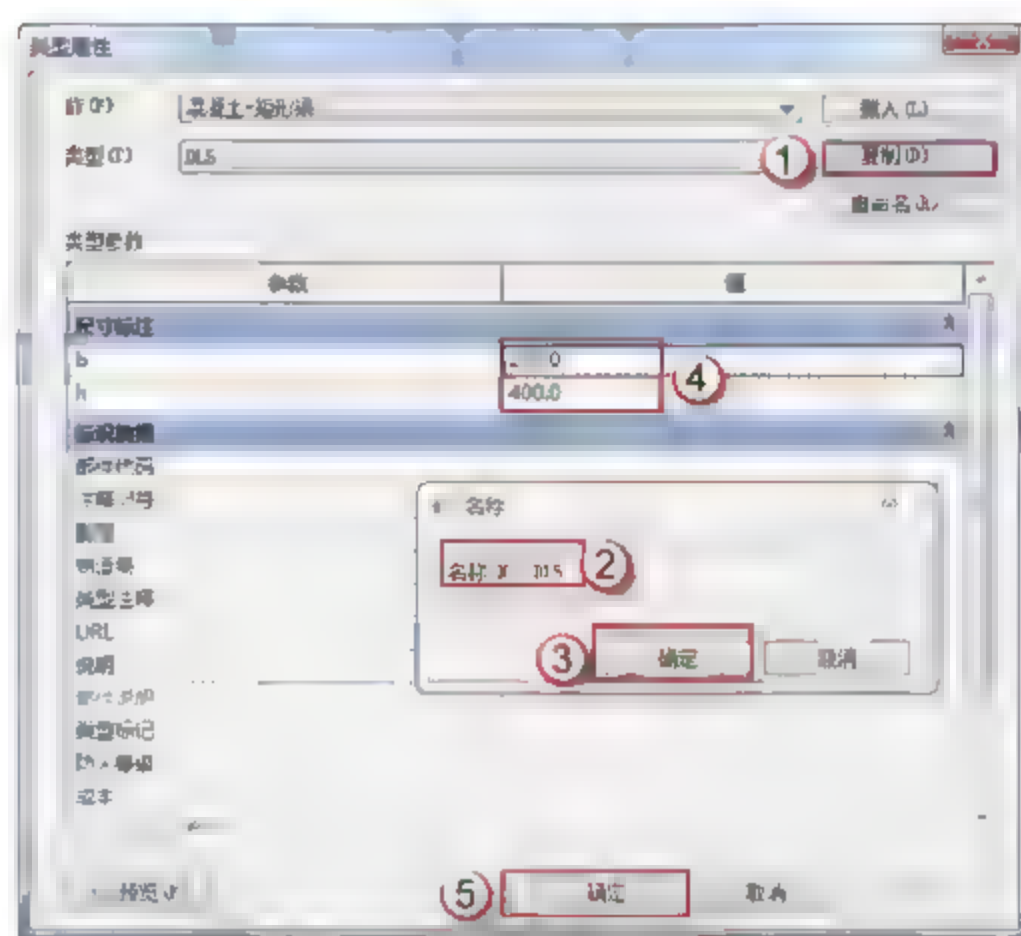

图 3.1.61 编辑 DL5 信息
(12) 设置 DL5。选择“结构”→“梁”→“编辑类型”命令，在弹出的“类型属性”对话框中，单击“复制”按钮，在弹出的对话框中输入 DL5，单击“确定”按钮。在“尺寸标注”栏中输入 b、h 的尺寸，单击“确定”按钮，如图 3.1.61 所示。